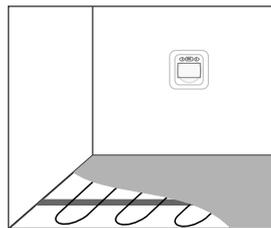

Рис. 8
7. Залейте площадь укладки нагревательного мата клеевым раствором (Рис.8).